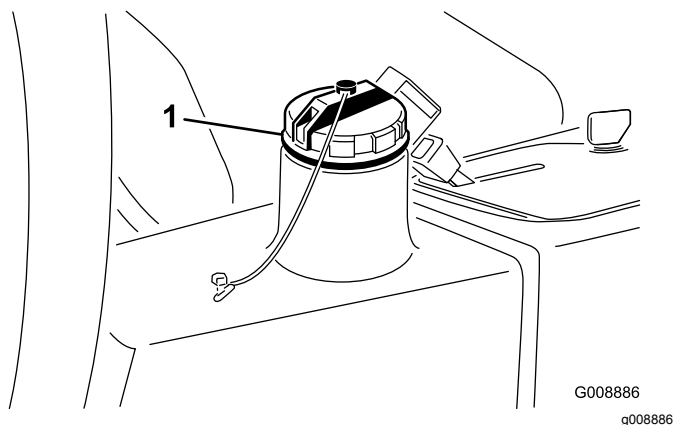

Figure 41
2. Nettoyez la surface autour du goulot et du bouchon de remplissage du réservoir hydraulique (Figure 41), et enlevez le bouchon.